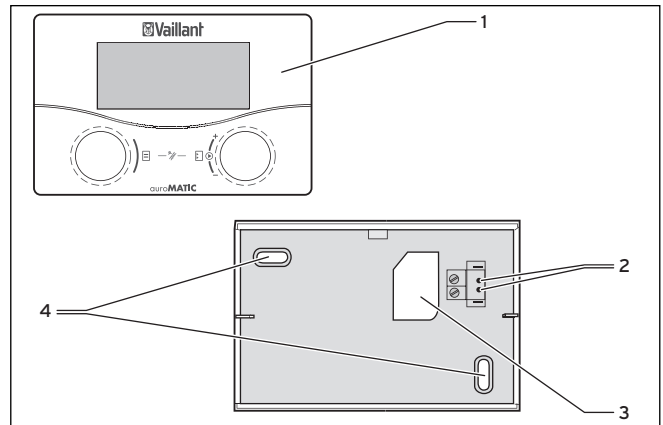

Abb. 4.5 Montage als Fernbedienungsgerät
- Bringen Sie zwei Befestigungsbohrungen (4) für den Wandsattel VR 55 mit Durchmesser 6 mm an (→ **Abb. 4.5**).
- Führen Sie das Anschlusskabel durch die Kabeldurchführung (3).
- Setzen Sie den Regler so auf den Wandsattel, dass die Stifte an der Rückseite des Oberteils in die Aufnahmen (2) passen.
- Drücken Sie den Regler (1) auf den Wandsattel, bis es einrastet.